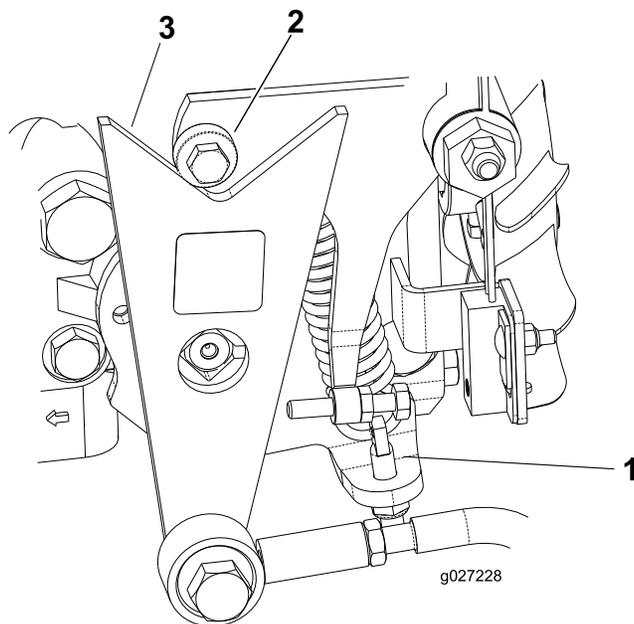

Figure 43
- Si les roues tournent dans le bon sens, arrêtez le moteur et réglez le contre-écrou de la goupille de réglage du ressort (Figure 43). Réglez le point mort de la transmission ; voir Réglage du point mort de la transmission aux roues \(page 36\).